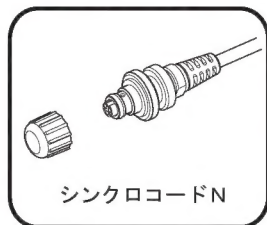

図6
- シンクロコードを取り外したときは、必ずコネクタキャップをしてコネクタを保護してください。(図6)